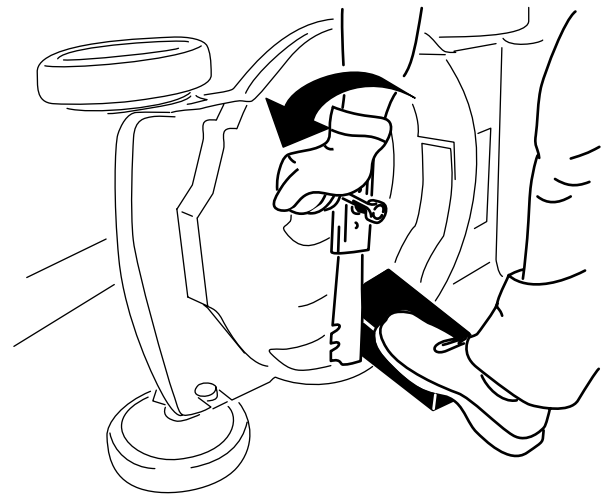

Figure 21
2. Immobilisez la lame avec un morceau de bois (Figure 21).
3. Retirez le boulon de lame, le support et la lame ; conservez le support et le boulon de lame (Figure 21).